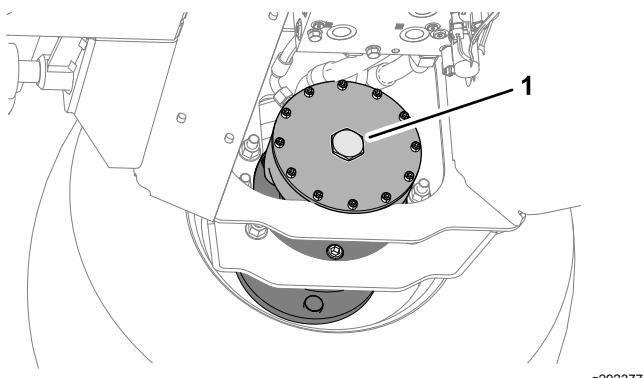

Figura 41
5. En el conjunto de freno del motor de la rueda delantera derecha, retire el tapón hexagonal (Figura 41).